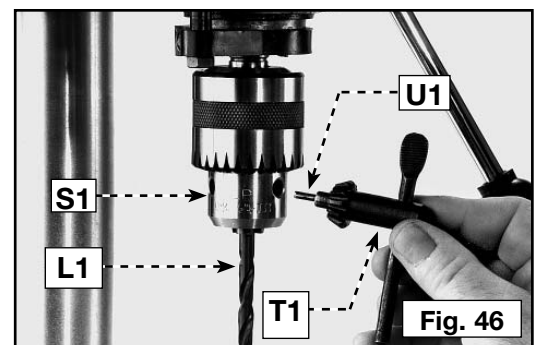

Fig. 46
1. Insérez à fond la partie lisse de la mèche (L1), fig. 46, dans le mandrin (S1), puis ressortez la mèche de 1/16 po (1.6 mm) (ou jusqu'au début des cannelures pour les petites mèches).
2. Centrez la mèche (L1), fig. 46, dans le mandrin (S1) avant de resserrer le mandrin avec la clé (T1).
3. Tournez la clé de mandrin (T1), fig. 46, vers la droite pour resserrer et vers la gauche pour desserrer les mâchoires du mandrin.
- Retirez la clé de mandrin (T1), fig. 46, de celui-ci avant de démarrer la perceuse à colonne. La clé de mandrin est équipée d'une goupille auto-éjectante (U1) qui permet de minimiser les risques d'oublier la clé dans le mandrin.